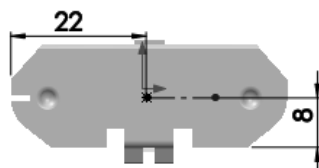

图 4.4.30 横断面草图
(4) 编辑草图，如图 4.4.30 所示。退出草绘环境，完成成型工具特征 3 的创建。